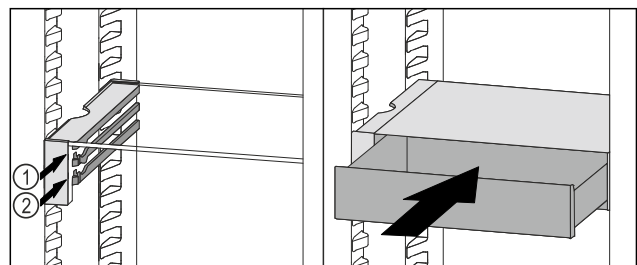

Fig. 78
- ▶ Установите выдвижной ящик VarioSafe за стопоры на требуемый выступ Fig. 78 (1) или Fig. 78 (2).